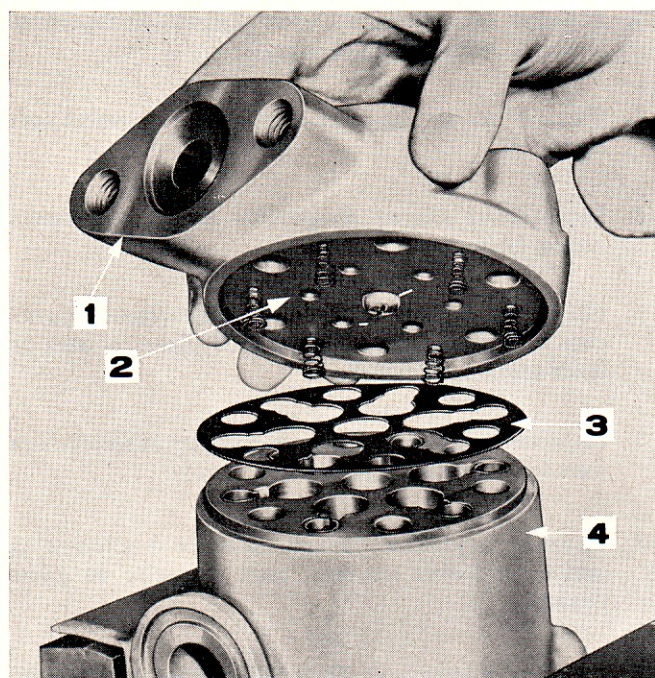

Figure 82: Dépose du couvercle de pompe
6. Séparer le couvercle du corps, en prenant soin de ne pas tordre ni détériorer les petits ressorts de clapets d'aspiration (Figure 82).